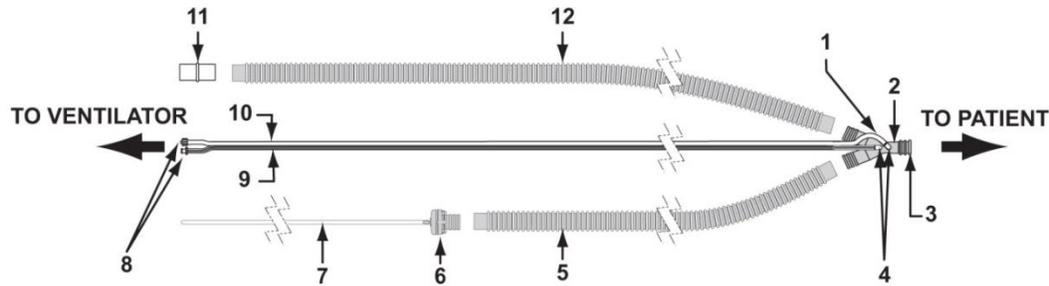

Figura 12-1. Circuito del paciente
4. Conecte el circuito del paciente. Para mantener alejada la humedad de las líneas de detección conectadas al conector en "Y" del paciente, asegúrese de conectar la válvula de exhalación y el circuito al conector en "Y" para que las líneas de detección proximal estén orientadas hacia arriba (consulte la Figura 12-1.). Conecte un pulmón de prueba al circuito.